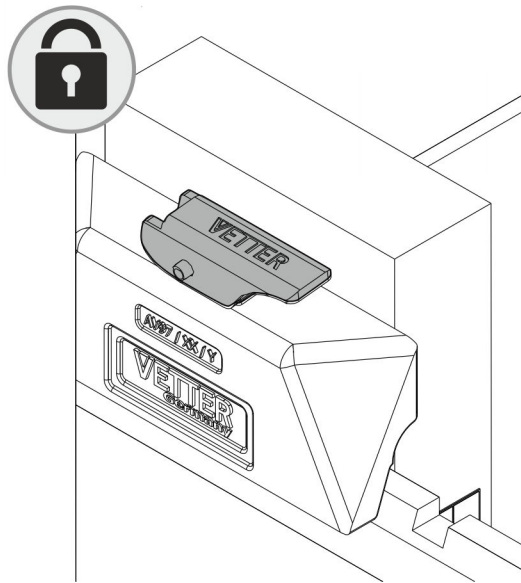

Abb. 15: Arretierung geschlossen
5. ➔ ManuTel[®] G2 durch Schließen des Arretierungshebels innerhalb der Arretierungsnut verriegeln (Abb. 15).